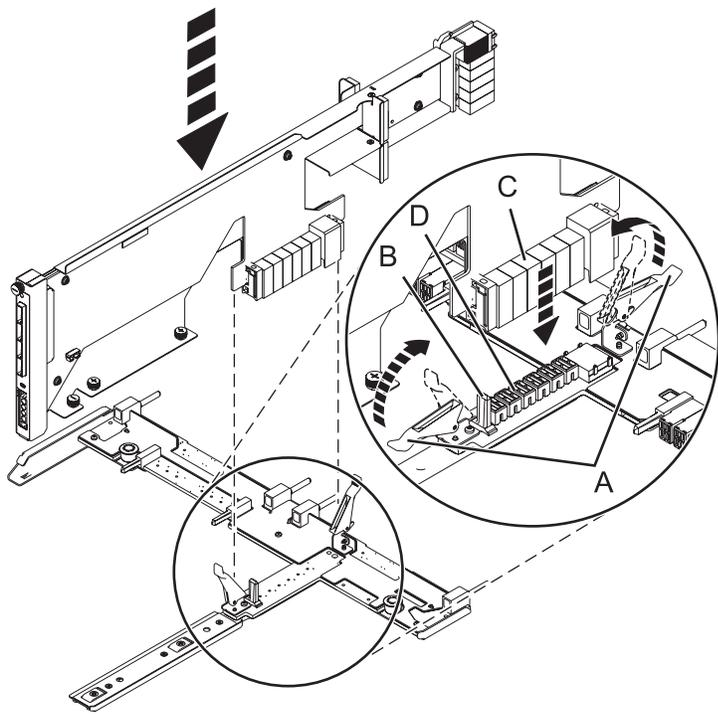

Figure 68. Installation de la carte d'extension SAS dans le fond de panier central
- a. Placez le connecteur de la carte (C) sur le raccord du fond de panier central (D) en vous aidant du guide (B) pour assurer un raccordement adéquat.
- b. Relevez le levier (A) pour insérer et fixer la carte d'extension SAS dans le fond de panier central, comme indiqué dans la figure 68, à la page 91.